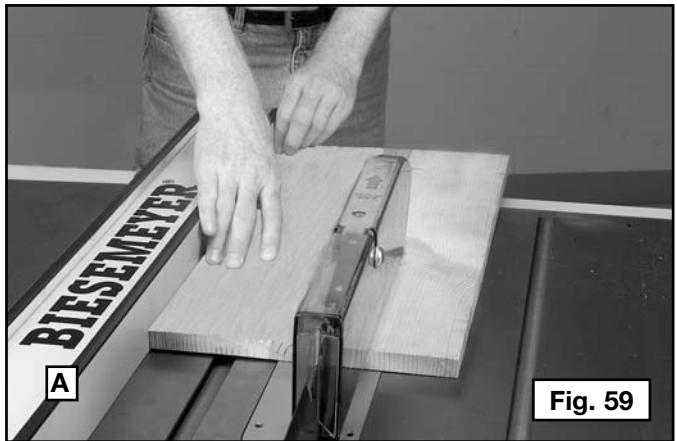

Fig. 59
Se denomina corte longitudinal (Fig. 59), al corte que se realiza a lo largo de una tabla. La guía de corte (A) se utiliza para guiar y ubicar la pieza de trabajo en la posición correcta. Un borde del trabajo corre contra la guía de corte mientras que el lado plano de la tabla descansa sobre la mesa.
1. Antes de cortar, levante la hoja de manera que quede 3,2 mm (1/8") más arriba que la parte superior de la pieza de trabajo. Encienda el motor y haga avanzar el trabajo, sosteniéndolo hacia abajo y contra la guía. Nunca se pare en la línea de corte de la sierra mientras realiza el corte longitudinal. Cuando el ancho del corte sea de 15,24 cm (6") o más, tome la pieza con ambas manos y empújela por la guía hasta insertarla en la hoja de la sierra (Fig. 59). Al realizar cortes longitudinales, la fuerza de la presión se debe aplicar siempre entre la hoja de la sierra y la guía. Nunca tire de la pieza de trabajo por la parte posterior de la sierra. Debe introducir la pieza de trabajo en la hoja de la sierra con la mano derecha. Utilice la mano izquierda sólo para dirigir la pieza de trabajo hacia la guía, y aleje la mano izquierda de la pieza a 30,48 cm (12") de la hoja. Presione la pieza de trabajo contra la guía de corte y hacia abajo sobre la mesa de la sierra. Asegúrese de que tiene suficiente apoyo de salida para la pieza de trabajo y **MANTENGA LAS MANOS LEJOS DE LA HOJA DE LA SIERRA**.